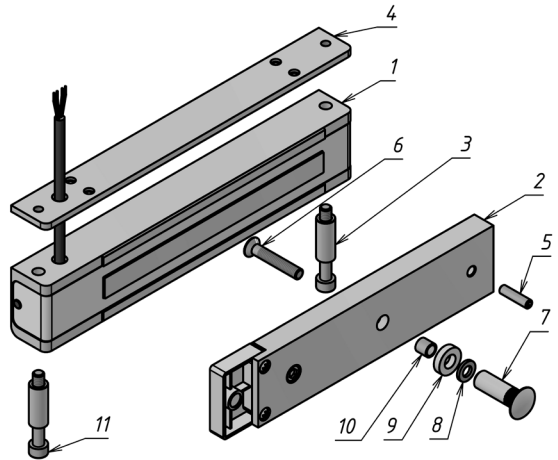

Рисунок 1 – Комплект поставки замка
3.1 Комплект поставки (рисунок 1):
- корпус (1).....- 1 шт.
- якорь (2).....- 1 шт.
- втулка (3).....- 2 шт.
4.5 Винт крепления якоря (поз.б рис.1) необходимо затянуть с усилием, достаточным для